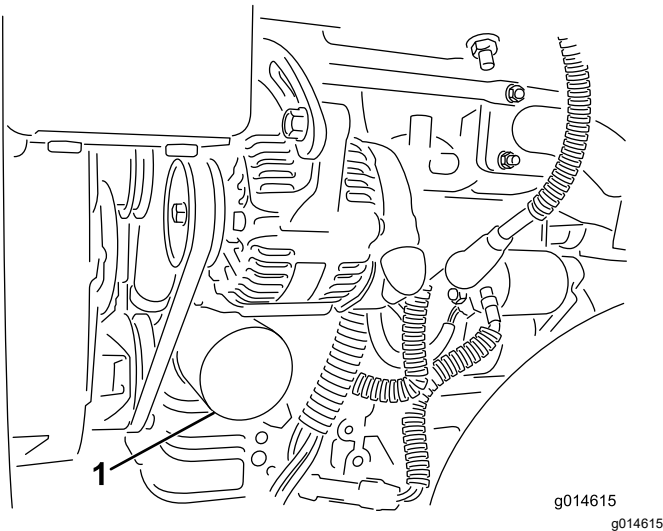

Figure 36
2. Déposez le filtre à huile (Figure 36). Appliquez une fine couche d'huile sur le joint du filtre de recharge.